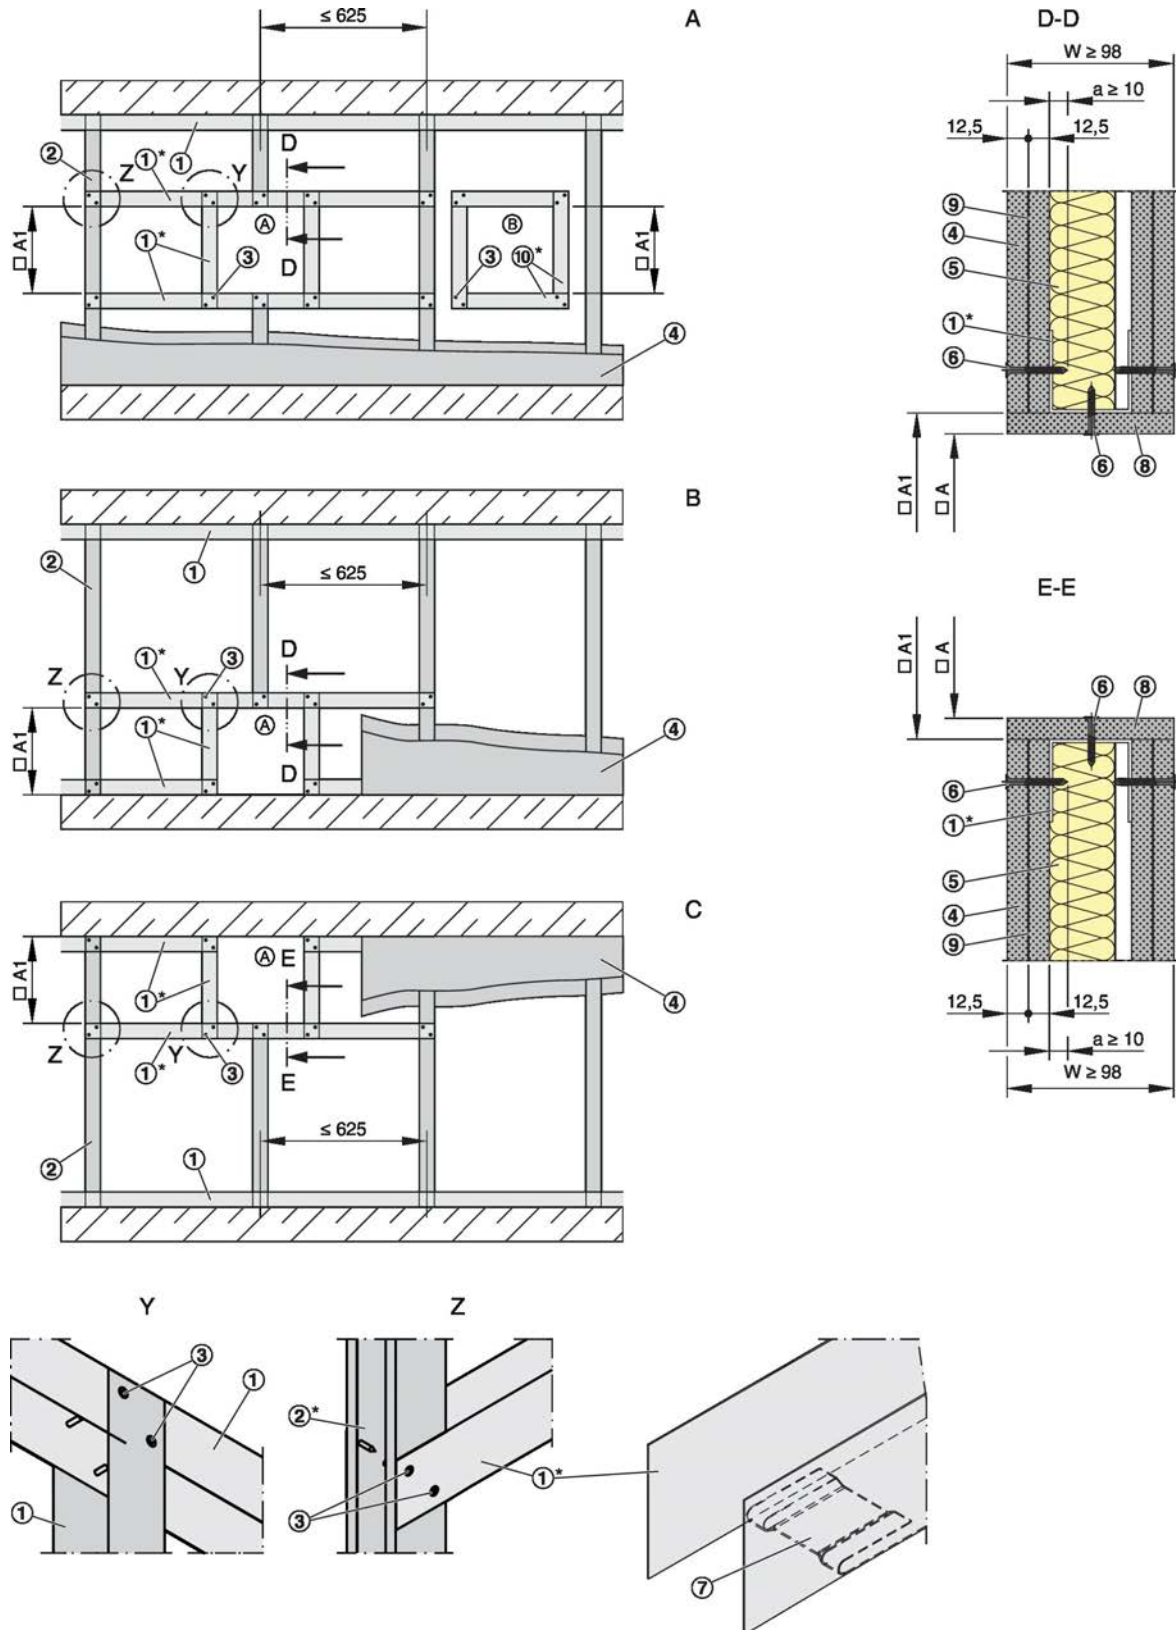

Fig. 27: Cloison légère avec structure métallique portante et habillage des deux côtés
- Monter la cloison légère conformément aux instructions du fabricant et créer une ouverture, Voir la Fig. 27